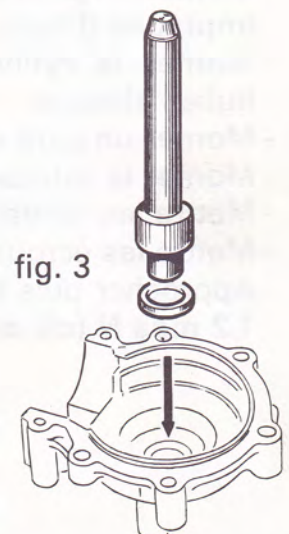

fig. 3
- Introduire le joint d'étanchéité (fig. 3).
- Dévisser la vis inférieure à 6 pans creux (clé mâle de 6 mm), vidanger (voir page 7) et déposer le fourreau avec le soufflet caoutchouc (rep. 1 - fig. 3).
- Desserrer les vis à 6 pans creux (clé mâle de 6 mm - rep. 2 - fig. 3) de blocage du tube dans les plaques de fourches inférieure et supérieure ainsi que le boulon (rep. 3 - fig. 3) de blocage de la patte de phare (clé de 10 mm).
- Déposer le tube (rep. 4 - fig. 3).